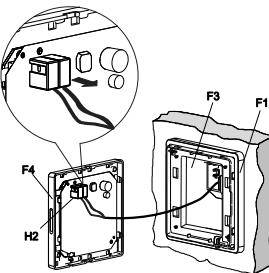

图 8 / Figure 8
- 用手将 KNX 端子从前壳上拔出 (参见图 8)。
- Pull off the KNX connector manually from the front housing (see Figure 8).